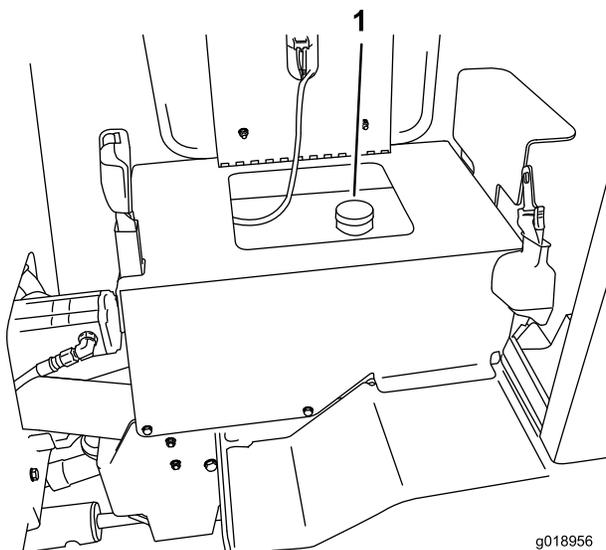

Figura 7
2. Retire el tapón del depósito de combustible (Figura 7).